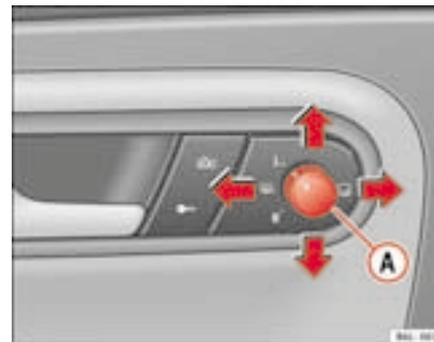

Fig. 70 Interruptor dos espelhos exteriores
1. Rodar o botão giratório ⇒ fig. 70 para a posição **L** (**espelho retrovisor exterior da esquerda**).
- Rodar o botão giratório para a posição de desembaciamento  ⇒ página 107, fig. 70.
- Rodar o botão ⇒ página 107, fig. 70 para a posição  para dobrar os espelhos exteriores para dentro. Antes de entrar numa instalação de lavagem automática, dobrar sempre os espelhos exteriores para dentro, a fim de evitar danos.